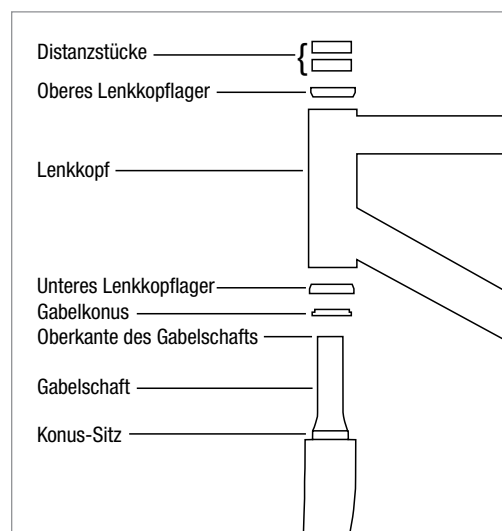

Abbildung 3
- Installieren Sie das Lenkkopfunterteil gemäß den Anweisungen des Herstellers und stecken die Gabel in den Gabelschaft. Installieren Sie das Lenkkopfoberenteil gemäß den Anweisungen des Herstellers (Abbildung 3).